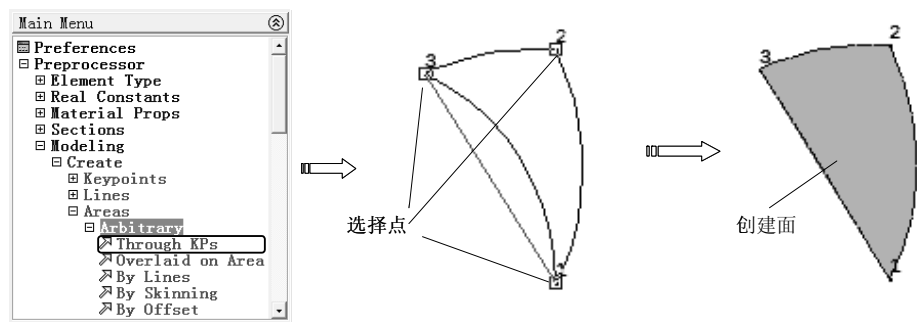

图 2-37 通过关键点定义一个面
(1) 通过关键点绘制面 选择“Main Menu>Preprocessor>Modeling>Create>Areas>Arbitrary>Through KPs”命令，弹出“Create Area thru KPs”对话框，选择至少3个以上关键点，然后单击“OK”按钮创建面，如图2-37所示。